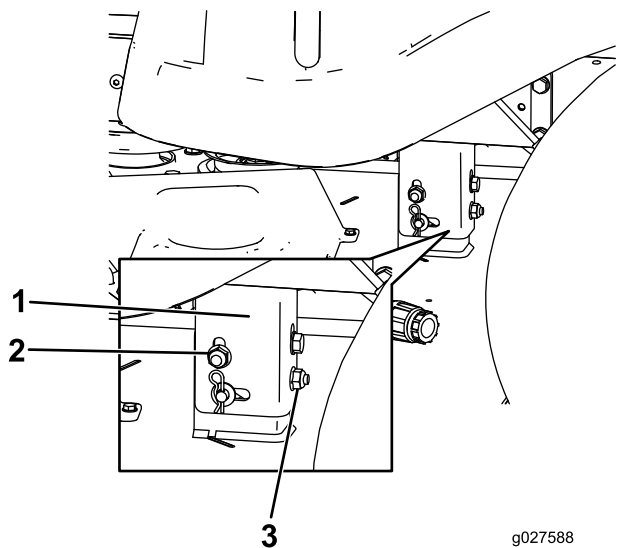

Figura 54
- Eleve o baje el lado izquierdo de la carcasa de corte girando la tuerca trasera (Figura 54).